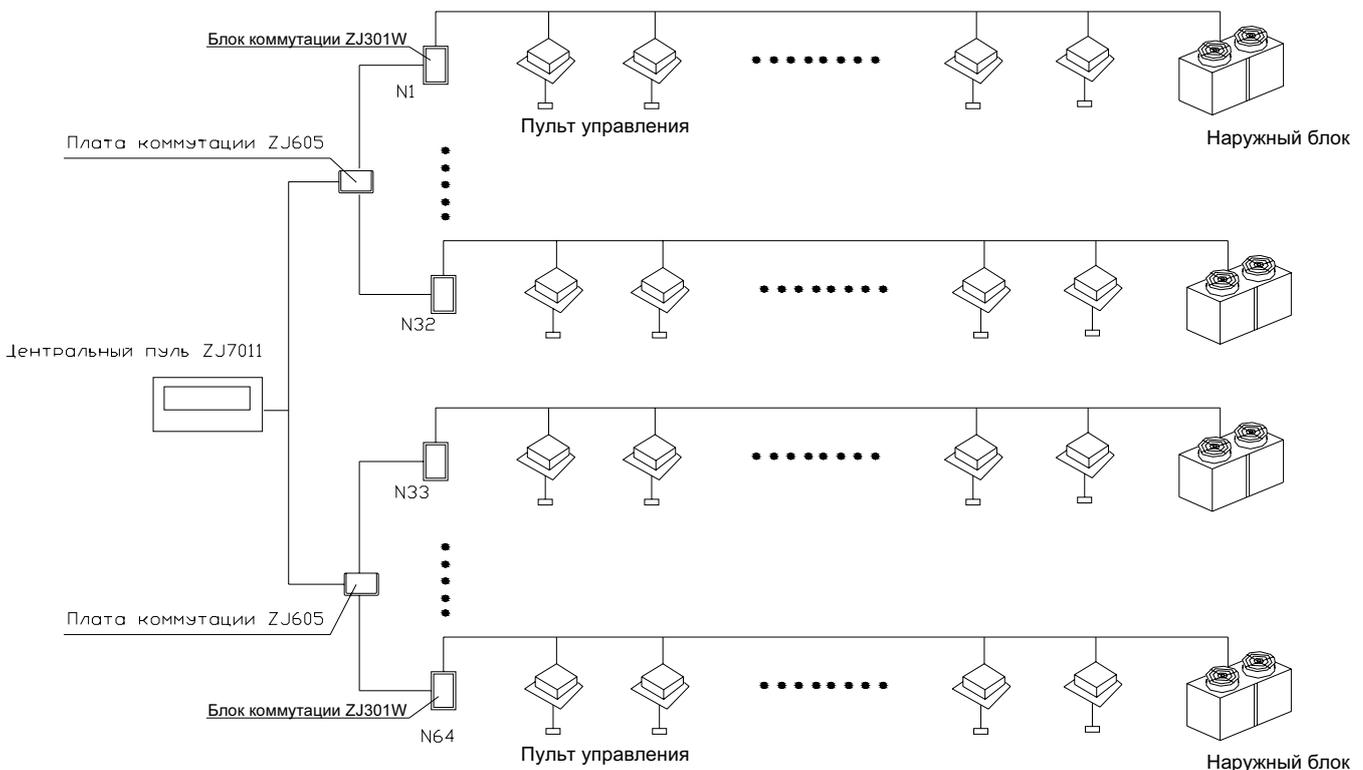

Рис.10.2 -Подключение нескольких наружных блоков к пульту ZJ7011
10.1.2.2 Подключение нескольких наружных блоков к пульту ZJ7011(Рис.10.2)